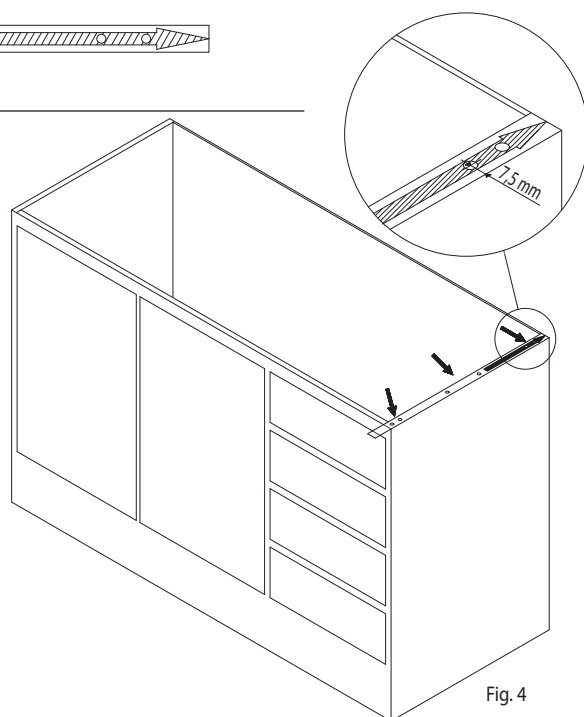

Fig. 4
- Alinhe a seta deste molde com a parte traseira do balcão ou móvel. Marque 2 ou 3 furos em cada lateral, que possam ser usados. Os parafusos deverão estar a 7,5 mm da borda externa do móvel (Fig. 4).